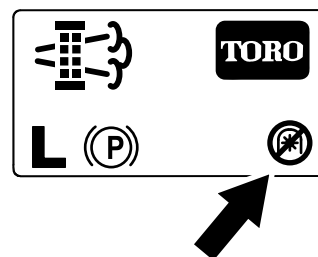

Figura 51
**Nota:** Sulla schermata Home viene visualizzata l'icona di disabilitazione della PDF (Figura 51).
**Nota:** Sulla schermata Home viene visualizzata l'icona di disabilitazione della PDF; fate riferimento a Figura 51 in Messaggi relativi alla rigenerazione parcheggiata \(pagina 38\).